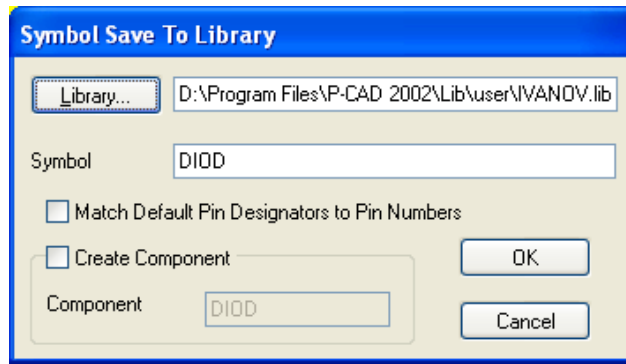

Рис. 4.39 - Запись УГО диода в библиотеку
- Для этого выполнить команду **Symbol/Save** и в появившемся окне щелкнуть по кнопке **Library**. В открывшемся окне выбрать созданную ранее библиотеку **Ivanov.lib**. В поле **Symbol** набрать имя элемента «**DIOD**» и нажать кнопку **OK** (*рис. 4.39*).